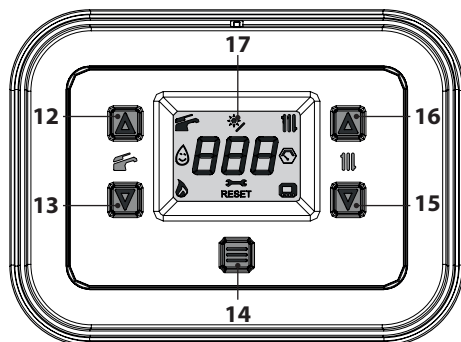

Figura 6.6
- Mantenga pulsado durante 5 segundos el botón 14 hasta que aparezcan en el display los símbolos  y  (Figura 6.6)
- Apague la caldera manteniendo pulsado durante 5 segundos el botón 14 (Figura 6.6) hasta que aparezca en el display LCD el símbolo  (los guiones se encienden en secuencia para simular un desplazamiento) (Figura 6.5).